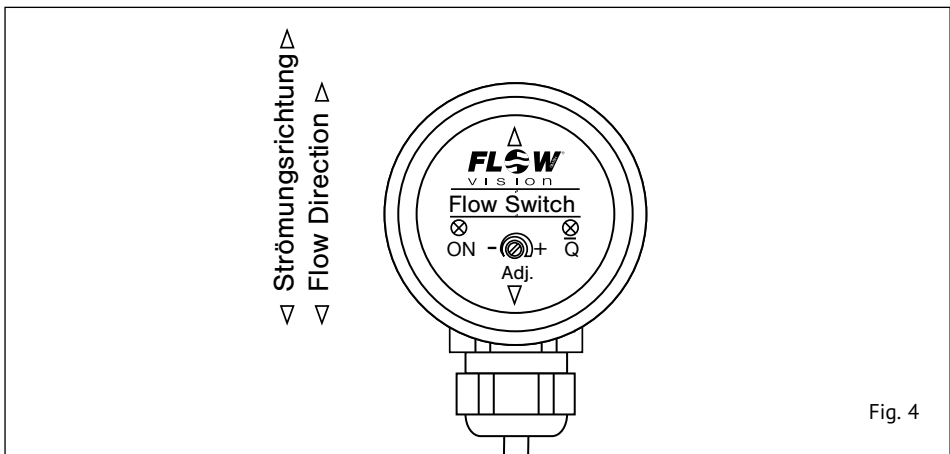

Fig. 4
- Die beiden Messfühler (S) müssen nebeneinander im Strömungsmedium liegen. Dies ist der Fall, wenn die Schlüsselansatzflächen (F) parallel zur Rohrleitung stehen (siehe Fig. 3) und die Markierung auf der Frontplatte mit der Strömungsrichtung übereinstimmt (siehe Fig. 4).
- The two sensors (S) on the flow monitor must be aligned side by side directly across the direction of flow. The sensors are correctly positioned when the wrench flats (F) are aligned parallel with the pipeline (see fig. 3) and when the marking on the front matches the flow direction (see fig. 4).